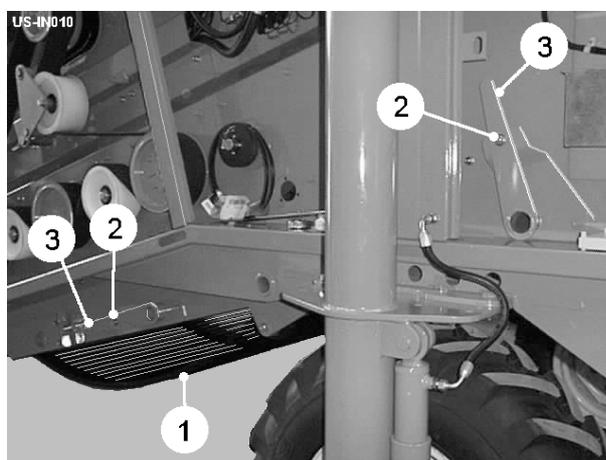

Fig 11
L'underweb (item 1, fig 11), monté au-dessous des étoiles, transfère etc. les pierres et motte au porteur en colère. Une gamme de tissus est disponible à adapter aux conditions variables. Un ensemble de devant et arrière d'agitateurs est allé lequel peut être ajusté pour augmenter / diminuer le montant d'agitation du tissu. Pour ajuster, enlevez les verrous retenant (item 2, fig 11) et pivotez les leviers de l'agitateur (item 3, fig 11) à la place exigée. Pivoter l'agitateur manipule à l'aide d'un levier comme les aiguilles d'une montre diminuera le montant d'agitation.